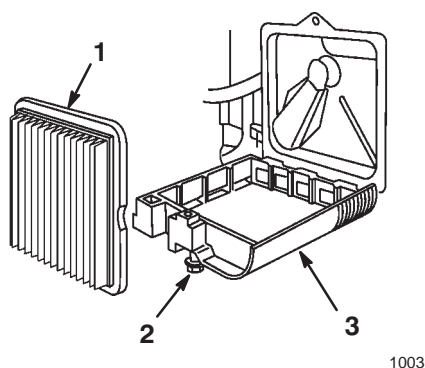

Figure 10
3. Desserrez la vis qui fixe le couvercle du filtre à air au moteur (Fig. 10).
- Enlevez et jetez l'élément filtrant en papier usagé (Fig. 10).